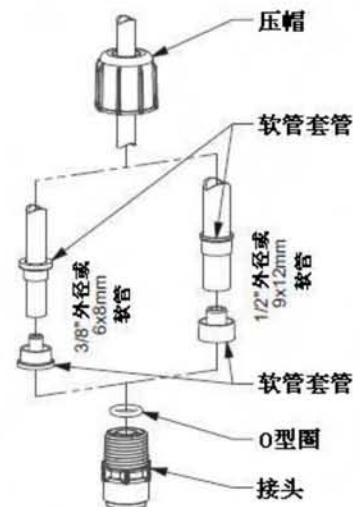

图2
- 3/8”或 1/2”外径软管：装上软管套环，距软管末端大概 25mm。软管套环的上方套上压帽。然后，软管末端插入配套软管套环。再用手滑动软管套环到软管的末端，紧紧压住配套软管套环（见图 2）。